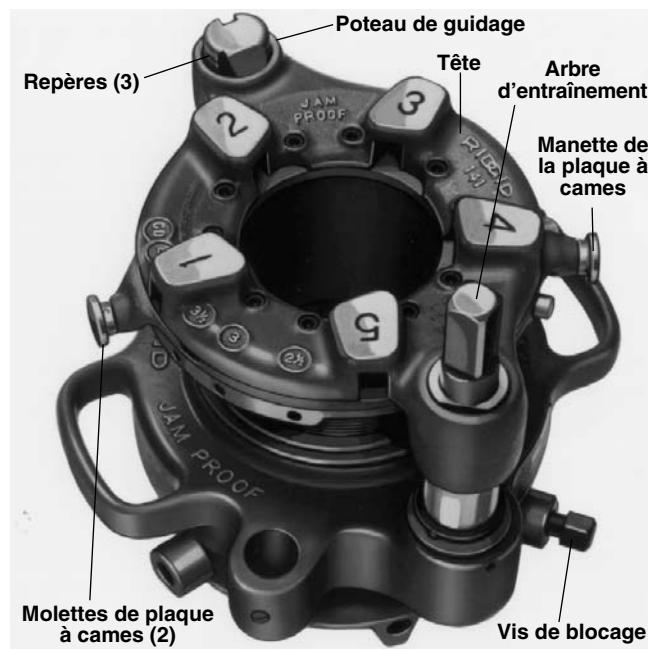

Figure 16 – Fileteuse démultipliée N° 141 montrant les repères de la chemise de pignon et du poteau de guidage
Tenez le support et tournez le carré de l'arbre d'entraînement (ou le bâti de la fileteuse) jusqu'aux repères correspondants du poteau de guidage (*Figure 16*).
4. Tournez le poteau de guidage jusqu'à ce que l'encoche droite soit orientée vers l'intérieur pour un filetage droit ou que l'encoche conique se trouve à l'intérieur pour un filetage conique. La *Figure 16* montre le poteau de guidage réglé pour un filetage conique.
7. N° 141 et N° 161 – A l'aide de la clé à cliquet, desserrez la vis de blocage (*Figure 16*), tournez le collier de serrage à la position OPEN (ouvert) et retirez le tuyau.